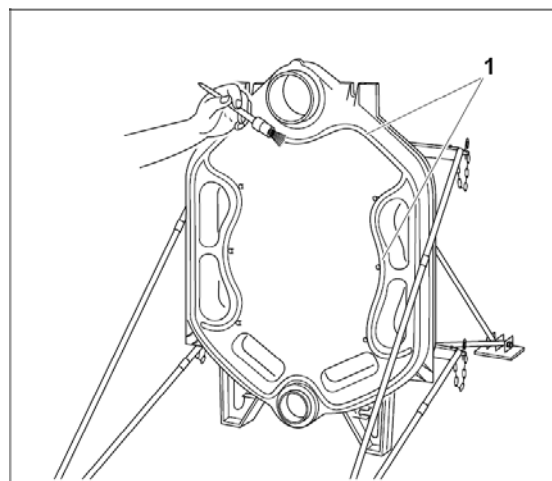

Fig. 10
Tätningsspåren (Fig. 10, **pos. 1**) ska vara rena och torra, när tätningsgummit ska klämmas på (KM-gummi).